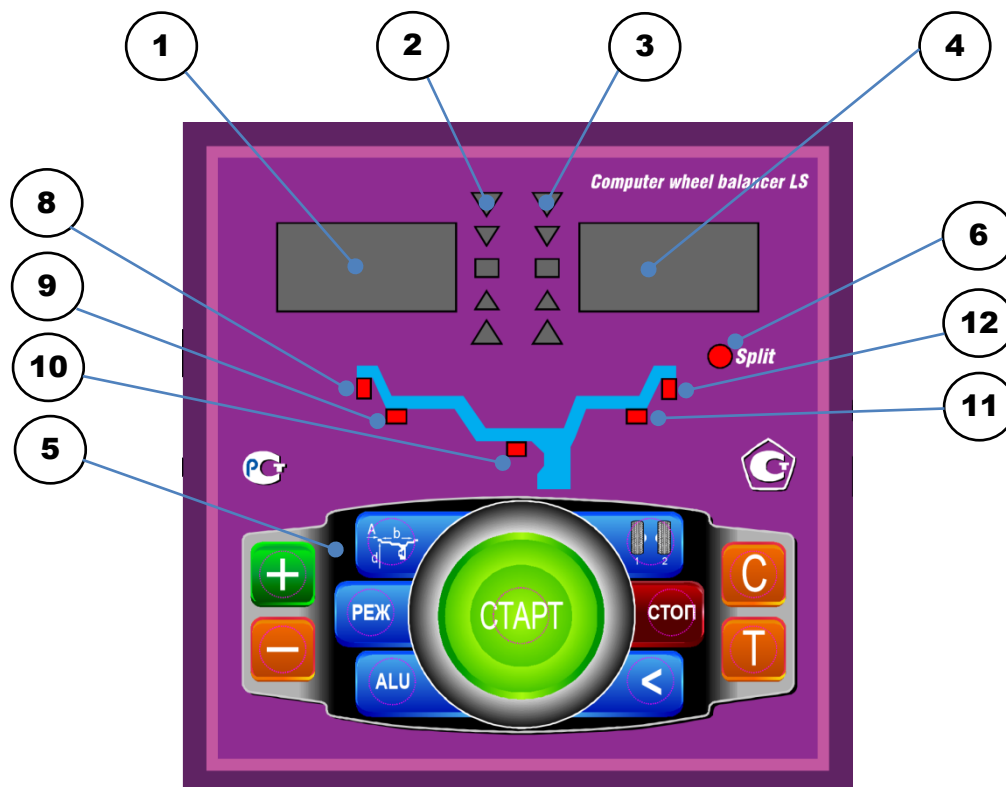

рис.8.1.
8.1. Общий вид лицевой панели показан на рис. 8.1.
При выдвигении штанги на индикаторах 1 (рис. 8.1) отображается значение параметра "А". Значение параметра "d" отображается на индикаторах 4.
Для ввода ширины нажмите кнопку "+" или "-" на индикаторах 1(рис.8.1) высветится "-b-", а на индикаторах 4 значение ширины диска. Через 2-3 сек после установки ширины индикаторы в режим отображения текущего дисбаланса.
Дважды нажать кнопку "A, d, b", после чего на индикаторах 1 (рис.8.1) загорается символ "A", а на индикаторах 4 исходная величина дистанции. Нажимая кнопки "-" и "+" установить на индикаторах 4 требуемую величину дистанции. Через 2-3 сек после установки дистанции показания на индикаторах 1 и 4 возвращаются к отображению текущего дисбаланса, а кнопки "-" и "+" возвращаются в режим ввода ширины обода.
11.1. Переключение схем ALU1-ALU5 осуществляется последовательным нажатием кнопки "ALU" при этом схема установки грузов отображается загоранием соответствующих светодиодов 8-12 (рис.8.1), кроме того, на индикаторах 1 отображаются символы ALU, а на индикаторах 4 номер 1-5. Через 2-3 сек. после установки требуемой программы ALU индикаторы 1-4 переходят в режим отображения дисбаланса.
12.3. Для входа в программу Split удерживайте кнопку РЕЖ, до того, как загорится светодиод 6 (рис.8.1) и на индикаторах 1 загораются символы "SPn", означающие, что необходимо ввести число спиц обода колеса, подлежащего балансировке. При этом на индикаторах 4 загорается цифра 5. Если число спиц колеса отличается от 5, кнопками "-" и "+" установить на индикаторах 4 фактическое число спиц колеса.
12.4. Запустите СБ. После остановки вала установите любую спицу обода колеса вертикально вверх (на 12 часов) и нажмите кнопку С. После чего, на индикаторе 1 и линейке 2 (рис.8.1) будут указаны величина и место установки корректирующего груза на внутренней плоскости.
кнопку "1-2". Визуальный контроль того, какие параметры установлены в данный момент, осуществляется нажатием "A, d, b" на индикаторах 4 (рис.8.1) будут последовательно отображены, установленные в данный момент диаметр, ширина обода и дистанция.
14.1. При включении тумблера питания СБ на индикаторах 1 (рис. 8.1) высвечивается трёхзначное число -номер версии программного обеспечения. Через 2-3 сек на индикаторах 1 и 4 должны загореться нули, кроме того должны загореться светодиоды 8 и 12, что свидетельствует о включении режима стандартной балансировки с установкой на обеих плоскостях коррекции грузиков на пружинках. На линейках 2 и 3 (рис. 8.1) должны загореться центральные светодиоды.
14.2. При включении СБ программа измерения дисбаланса настраивается таким образом, что дисбаланс менее 8 г (заводская установка для легкового режима) на любой плоскости коррекции не показывается, в этом случае на индикаторах 1 и 4 (рис. 8.1) высвечиваются "0". Минимальный дисбаланс отображающийся на индикаторах 1 и 4 равен 8г. Дисбаланс, превышающий 8г, округляется до величины кратной 5, т. е. дисбаланс 9, 10, 11 и 12 г отображается цифрой 10, дисбаланс 13, 14,15, 16 и 17 г - цифрой 15 и т. д. Для просмотра неокруглённого значения дисбаланса или дисбаланса менее 8г. необходимо нажать кнопку "<", при этом на индикаторах 1 и 4 на 2-3 сек высвечиваются фактические значения дисбаланса, определённые в данном запуске.